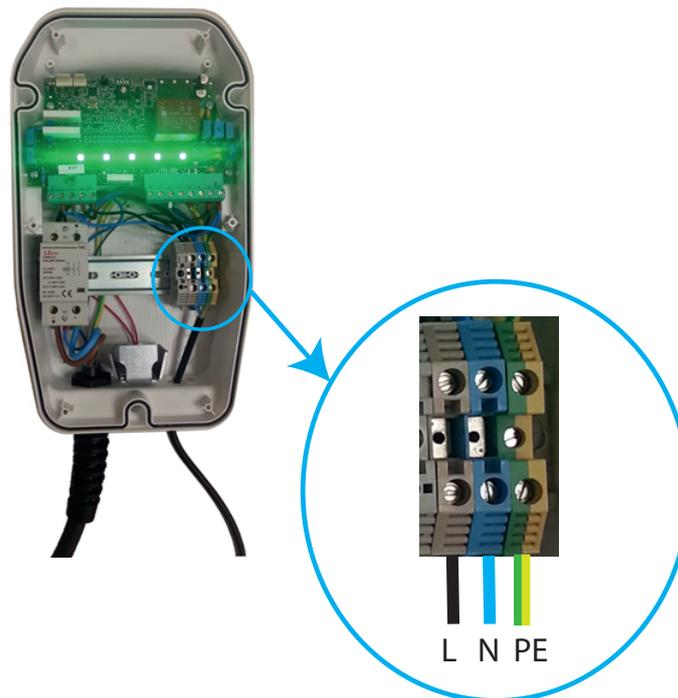

Figura 17: Instalación eléctrica, paso 2.
Realice la conexión monofásica de 230V ~, tal y como se muestra en la **Figura 17**. No se olvide de conectar el cable de tierra (PE) a su terminal correspondiente.